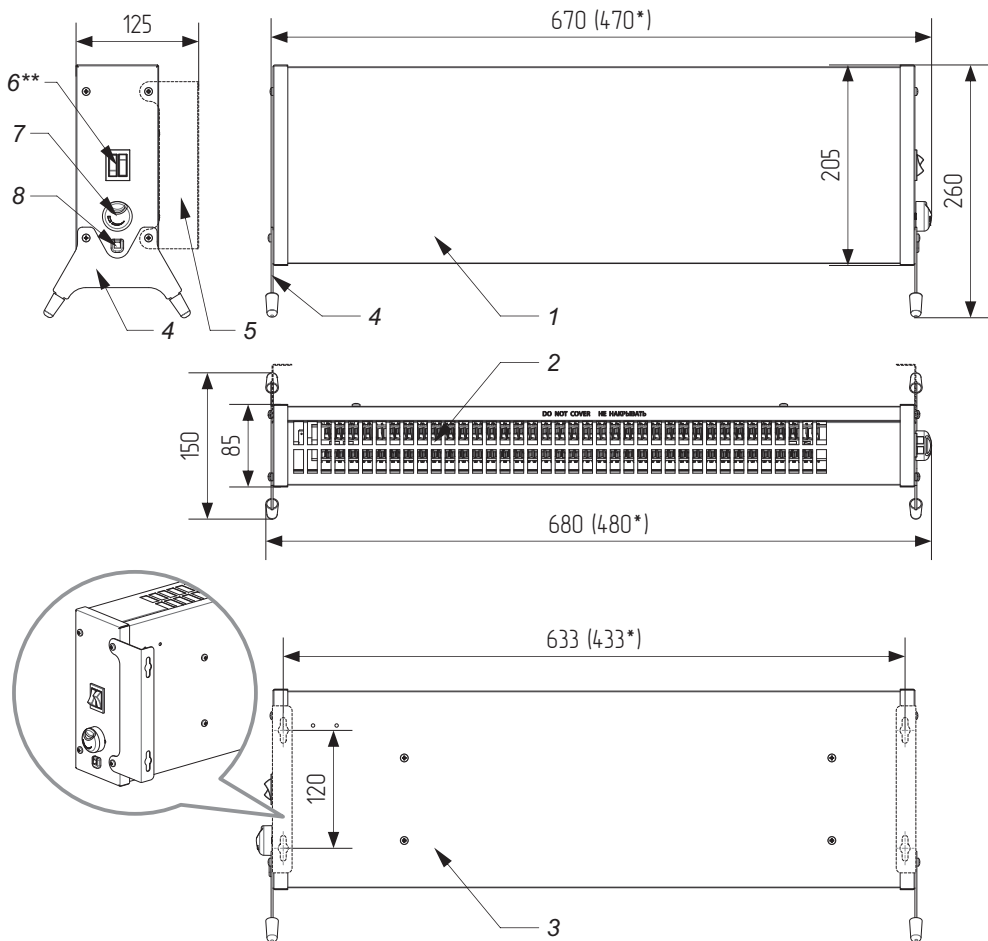

Рисунок 1. Габаритный чертёж и элементы конструкции электрического обогревателя.
5.1. Конвектор (см. рис. 1) представляет собой металлический корпус, состоящий из передней панели (1) и задней панели (3), внутри которого на шасси расположен электронагревательный элемент (на чертеже не показан). На корпус устанавливаются опоры (4) или настенные кронштейны (5). На боковой поверхности корпуса расположены рокерные переключатели (клавишные выключатели) с подсветкой (6) и ручка термостата (7).
6.3. Для монтажа конвектора на стене следует установить кронштейны на корпус конвектора (см. рис.1) с помощью винтов из комплекта поставки.
6.4. На стене с помощью уровня и рулетки (линейки) разметьте отверстия. Межцентровые расстояния посадочных отверстий указаны на чертеже (см. рис. 1).